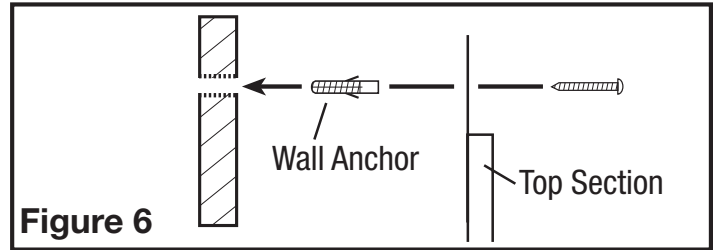

Figure 6
7. Remove the back splash top section and install the included wall anchors by drilling into the wall at the marked locations (**Figure 6**).
8. Lift the top section back into place by hooking the flange of the bottom section into the channel of the top section and line up the 3 holes in the back splash with the wall anchors that were just installed and attach using the included screws (**Figure 6**).
7. Enlever la section du haut du dossieret et installer les ancrages muraux en perçant dans le mur aux emplacements marqués (**Figure 6**).
- Figure 6**
8. Soulever la section du haut en place en accrochant la bride de la section du bas dans le canal de la section du haut et aligner les trois trous dans le dossieret avec les ancrages muraux qui furent juste installés et fixer avec les vis comprises (**Figure 6**).